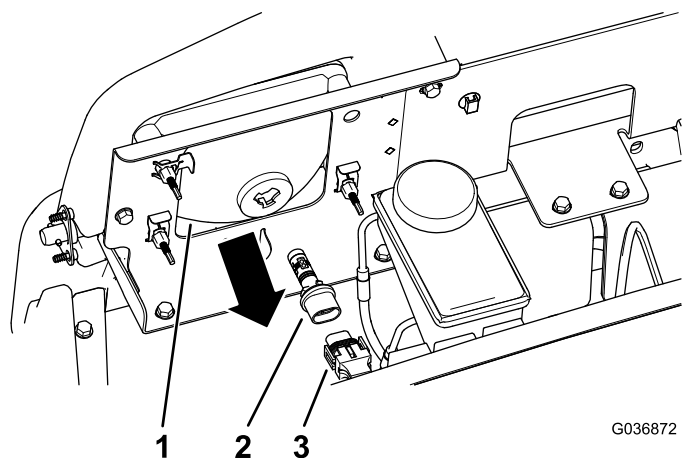

Figura 54
3. Desligue o conector elétrico para a cablagem do conector do conjunto da lâmpada, na parte de trás do compartimento do farol (Figura 54).
4. Rode o conjunto da lâmpada $\frac{1}{4}$ de volta para a esquerda e mova-o para trás, para fora do compartimento do farol (Figura 54).
5. Insira o novo conjunto da lâmpada e o compartimento do farol e alinhe as linguetas no conjunto da lâmpada com as ranhuras no compartimento do farol (Figura 54).
6. Fixe o conjunto da lâmpada rodando-o $\frac{1}{4}$ de volta para a direita (Figura 54).
7. Ligue o conector elétrico para a cablagem ao conector do novo conjunto da lâmpada (Figura 54).